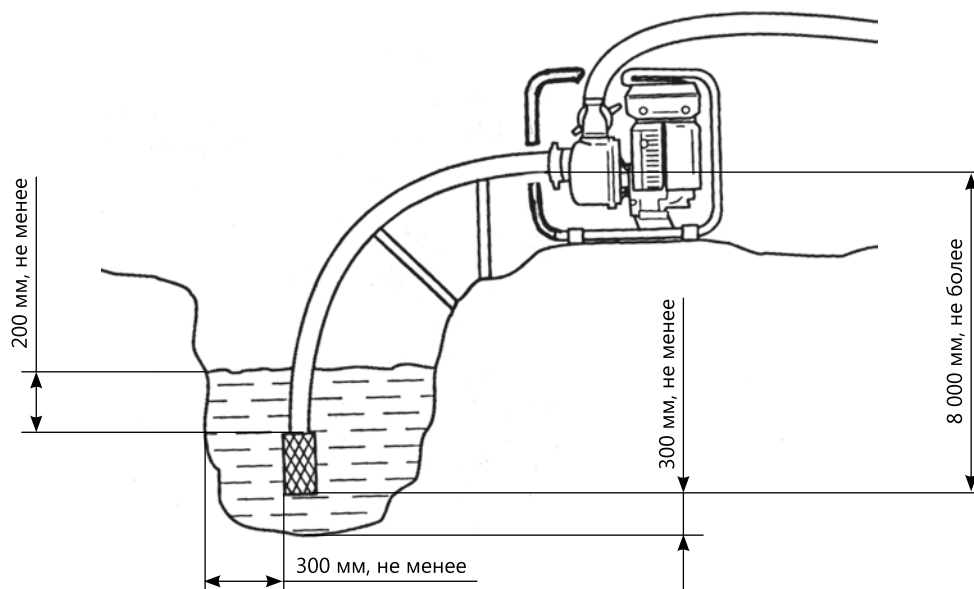

Рис. 4
6.7. Установить мотопомпу вблизи водоема (емкости); опустить фильтр всасывающего рукава в водоем, обеспечив вертикальное положение фильтра, как показано на рис. 4; отвернуть верхнюю пробку 10; залить через воронку чистую воду до полного заполнения внутренних полостей насоса, напорный рукав у патрубка при этом должен быть выше на 70—100 мм от корпуса насоса. Признаком полного заполнения является отсутствие выхода воздушных пузырьков из корпуса. Плотнo от руки заверните пробку 10. Мотопомпу установить на ровную площадку с минимально возможным наклоном относительно горизонтальной поверхности, но не более 10° во избежание поломки двигателя из-за недостаточной смазки.
- установить мотопомпу как показано на рис. 4;